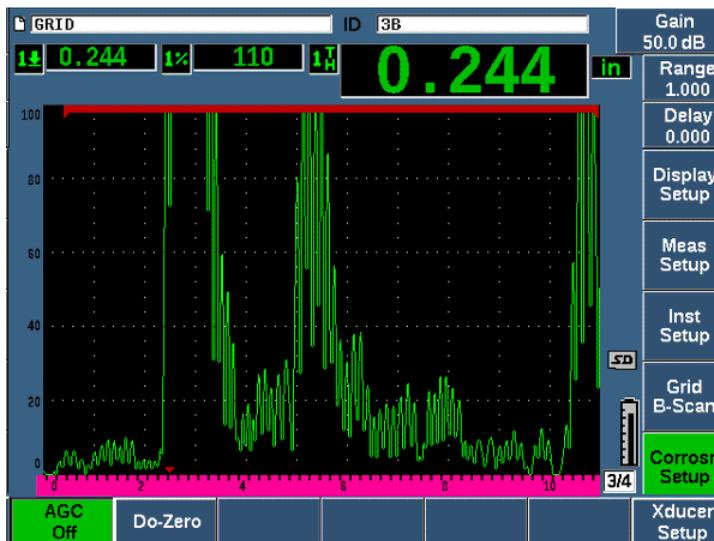

Рис. 11-40 Функция AGC отключена (Off)
2. С помощью ручки регулятора или курсорных клавиш установите **AGC** на **Off** (см. Рис. 11-40 на стр 299).
3. Нажмите **dB**, а затем ключ параметра (P1–P7) для установки диапазона усиления; с помощью ручки регулятора или курсорных клавиш настройте значение усиления (см. Рис. 11-40 на стр 299).